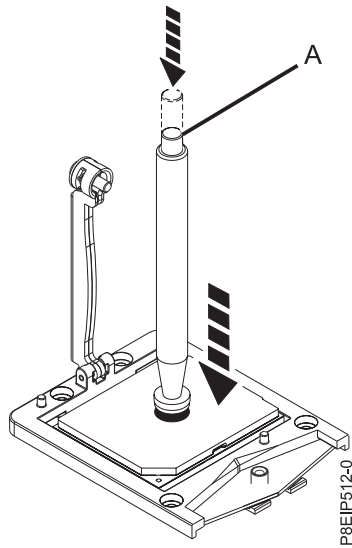

Figure 66. Blocage du stylet d'aspiration sur le module processeur système
8. Abaissez le stylet d'aspiration sur le module processeur système. Appuyez à fond sur le haut du stylet (A) et maintenez le stylet au centre du module processeur, comme indiqué dans la figure 66, à la page 61. Relâchez le haut du stylet pour fixer le stylet sur le module processeur.